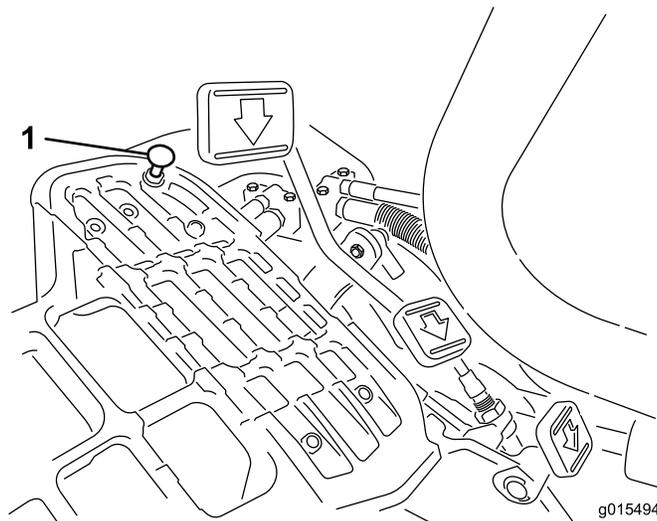

図 52
走行ペダルを踏み込んでみてください。ケーブルに張力が掛かる前にペダルがストップ (図 52) に当たる場合には調整が必要です。
1. ペダル・ストップをフロア・プレートに固定しているフランジヘッド・ロックナットをゆるめる (図 52)。